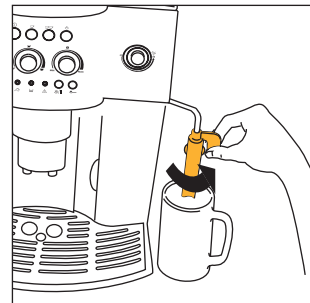

Fig. 3
2. Drei cappuccinomaskinen utover og plasser en kopp under den (fig. 3) og slå på maskinen ved å trykke på tasten ① (fig. 4).
- Vri cappuccinomaskinen mot yttersiden av maskinen (fig. 3).
- Plasser en beholder under cappuccinomaskinen (fig. 3).
- Vri cappuccinomaskinen utover (fig. 3).